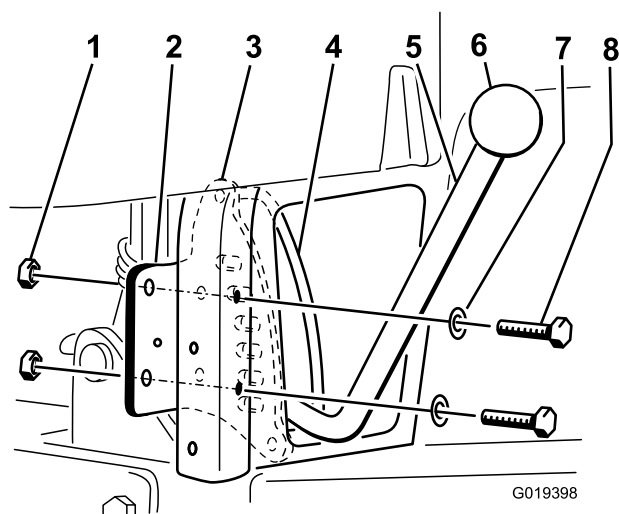

Figure 3
Remarque: La poignée doit passer entre la plaque de verrouillage et le guide de poignée (Figure 3).
7. Fixez la plaque de verrouillage sur l'arrière du tube de cadre vertical arrière droit au moyen de 2 boulons (5/16 x 2-1/4 po), 2 rondelles et 2 contre-écrous (5/16 po) (utilisez les rondelles et contre-écrous retirés à l'opération 4). Positionnez les pièces comme montré à la Figure 3.
8. Vissez le pommeau sur le levier de relevage (Figure 3).